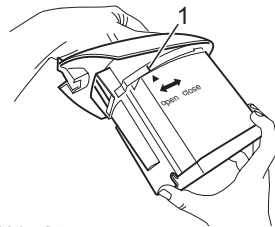

Abb. 27
4. Setzen Sie den Deckel wieder auf den Staubbehälter und arretieren Sie ihn durch Drehen entgegen dem Uhrzeigersinn. Achten Sie darauf, dass beim Aufsetzen die Markierung am Deckel über der Markierung am Staubbehälter steht (Abb. 27/1).